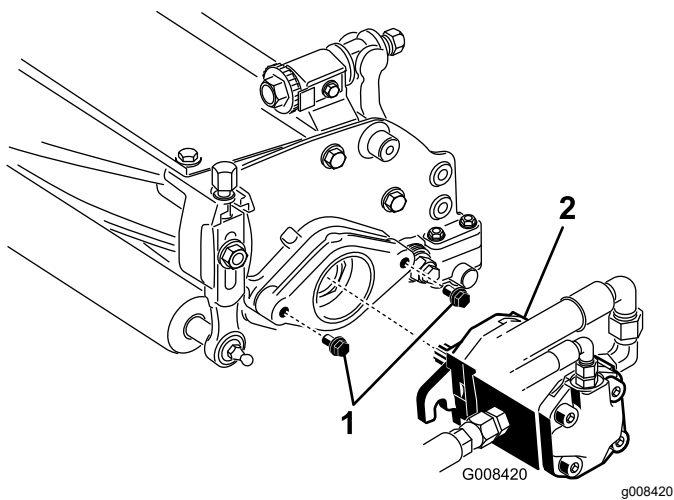

Bild 8
7. Lassen Sie ungefähr 13 mm des Gewindes an jedem Befestigungsschrauben des Spindelmotors sichtbar (Bild 8).
8. Fetten Sie die Keilwelle des Motors mit frischem Fett ein und bringen den Motor durch Drehen nach rechts an, sodass die Motorflansche von den Bolzen entfernt sind. Drehen Sie den Motor nach links, bis die Flansche die Bolzen umschließen (Bild 8).
9. Ziehen Sie die Befestigungsschrauben fest (Bild 8).